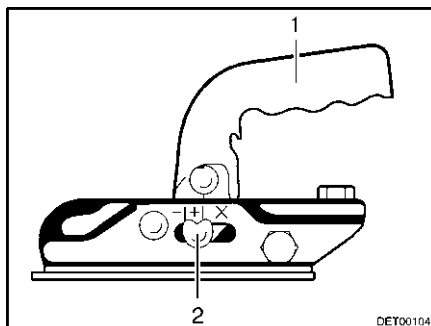

Fig. 2 Gancio di traino Albe
- Tirare la maniglia del gancio (Fig. 2,1) verso l'alto. In questo modo si apre il gancio di traino.
- Quindi premere verso il basso la maniglia del gancio (Fig. 2,1) con la mano (non con il piede). La chiusura e il bloccaggio sono automatici.
- Eseguire un controllo a vista: L'indicazione di sicurezza (Fig. 2,2) deve trovarsi in posizione "+". La sfera del traino non deve essere visibile quando è agganciata.